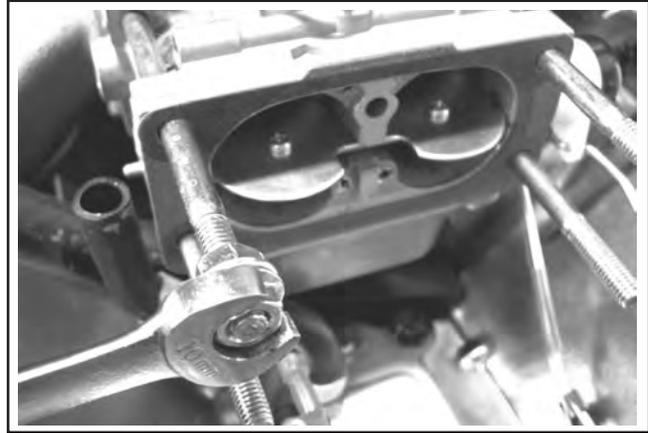

Abbildung 11-78. Installation der Bolzen und Vergaser (zweizylindriger Vergaser).
3. Eine neue Dichtung des Vergasers und den Vergaser am Ansaugkrümmer montieren und die entfernten Bolzen anschrauben. Einen mit zwei Sechskantmuttern befestigten Flansch benutzen und jeden Bolzen anziehen, bis dieser fest angezogen ist oder den Boden berührt. Siehe Abbildung 11-78.